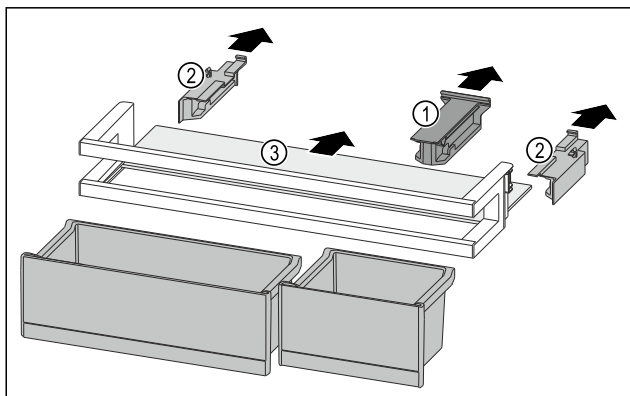

Fig. 195
- Skinite pridržni dio Fig. 195 (1).
- Skinite bočne dijelove Fig. 195 (2).
- Izvadite policu Fig. 195 (3).